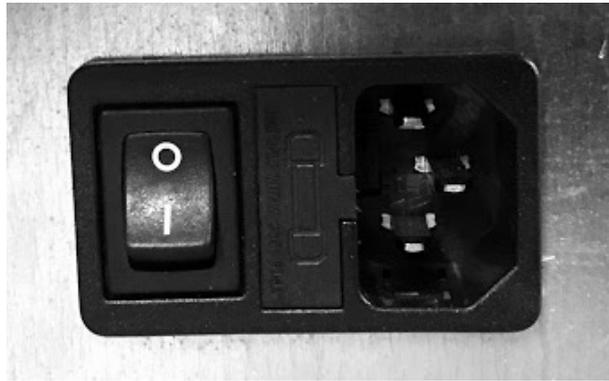

Fig. 24 - Elektrische Steckdose mit Hauptschalter
- Das Netzkabel zuerst an der Rückseite des Ofens anschließen (siehe **Fig. 24**) und dann an einer elektrischen Steckdose an der Wand.
- Der Hauptschalter O/I (siehe **Fig. 24**) wird nur betätigt, um den Ofen einzuschalten, ansonsten sollte er ausgeschaltet sein.